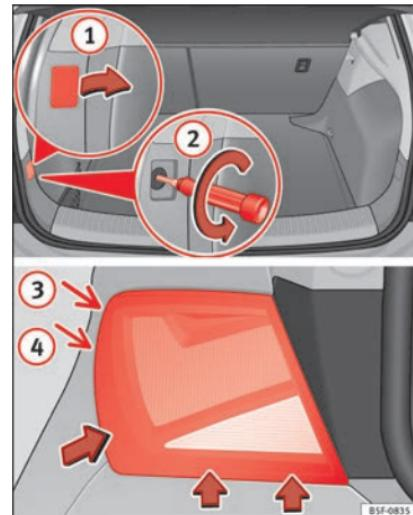

Fig. 112 Coffre à bagages : position de la vis de fixation pour le feu arrière. Démontage du feu arrière sur l'aile.
- Enlevez le cache à l'aide du tournevis à tête plate au niveau de l'évidement »» **fig. 112** ①.
- Desserrez la vis qui se trouve derrière dans le sens contraire des aiguilles d'une montre (flèche) »» **fig. 112** ② à l'aide d'un tournevis et retirez-la avec précaution.
- Basculez le feu dans le sens des flèches jusqu'à ce qu'il quitte son logement (positions ③ et ④) »» **fig. 112**.